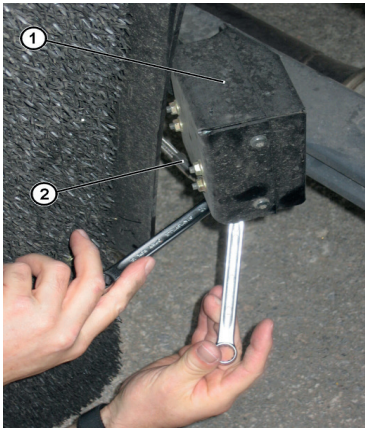

Abb. 3: Anschluss der Prüfdruckleitung_1
1. Anschluss der fahrzeugspezifischen Dosierleitung (Abb. 3, Pos. 2) am Dosiermodul (Abb. 3, Pos. 1) lösen.